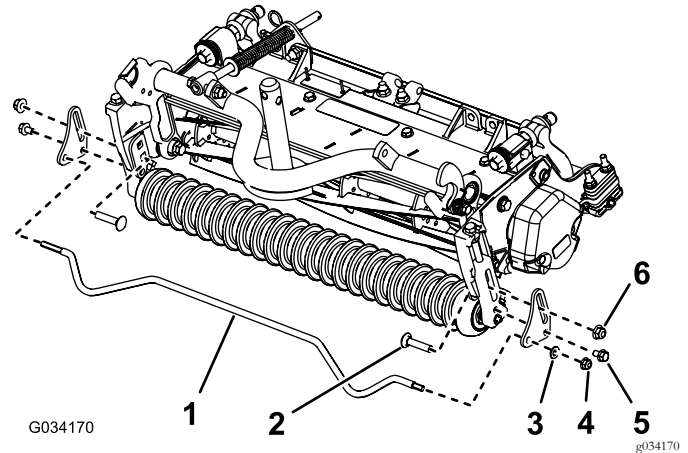

Figure 10
1 boulon de carrosserie (3/8" x 1 3/4") et 1 vis à embase (5/16") ; voir Figure 10.
2. Insérez la longue extrémité hexagonale de la tige du bac dans 1 plaque de bac et l'autre extrémité dans l'autre plaque de bac (Figure 10).
3. Fixez l'extrémité hexagonale courte de la tige à l'aide d'un écrou à embase (5/16") et d'une rondelle en acier trempé (Figure 10).